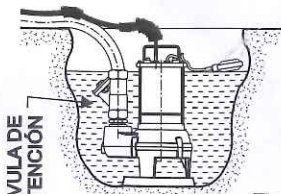

Fig. 1
- Si el fondo del pozo o de la superficie sobre la que apoya la bomba es irregular, y existe la posibilidad de que se acumulen piedrecillas, residuos, lodos, etc., realice una base de apoyo regular y realzada (Fig. 1).
- Instale una válvula de retención después de la impulsión de la bomba, (Fig. 1) para evitar el retorno del líquido del colector de desagüe.